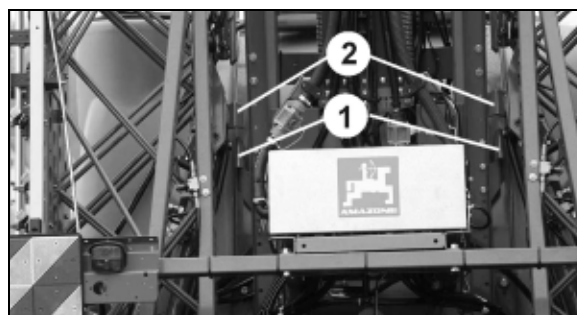

Fig. 50
2. Løft bommen med høydejusteringen til holderne (Fig. 50/1) slipper lommene (Fig. 50/2).
Fig. 50 viser den frigjorte bommen.